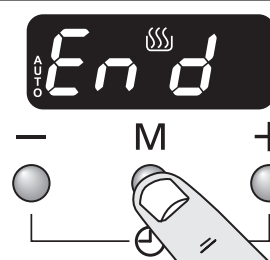

Fig. 5.4
1. Tryck tre gånger på lägesknappen [M], tills displayen blinkar (End) (**Fig. 5.4**).